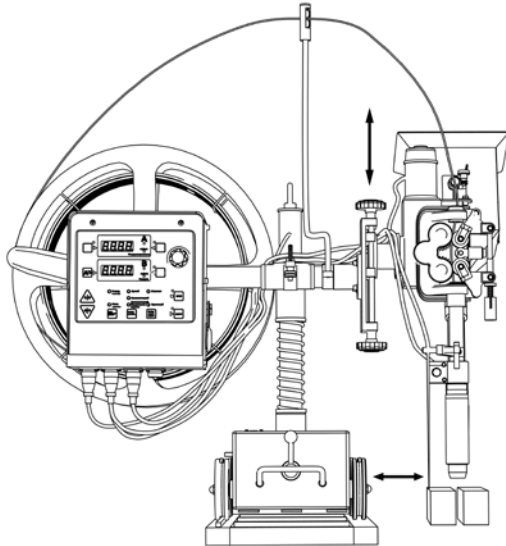

Рис. 8.5. Положение сварочного трактора относительно изделия.
4. В зависимости от того, с какой стороны от сварочного трактора находится место сварки, выставьте положение сварочной головки (См. рис. 8.5).